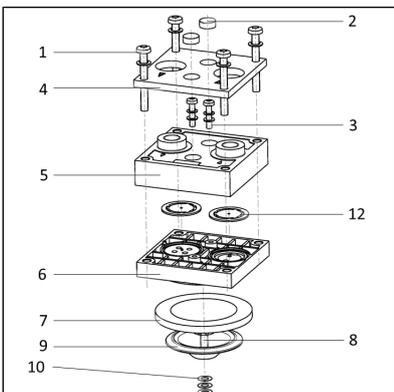

Abb.5 Strukturmembrane wechseln
4. Lösen Sie die vier Schrauben (Abb. 5/1) und entfernen Sie die Druckplatte (Abb. 5/4).
5. Entfernen Sie die Schraubenabdeckungen (Abb. 5/2); lösen Sie die zwei Schrauben (Abb. 5/3) und nehmen Sie den Kopfdeckel (Abb. 5/5) und die Zwischenplatte (Abb. 5/6) ab.